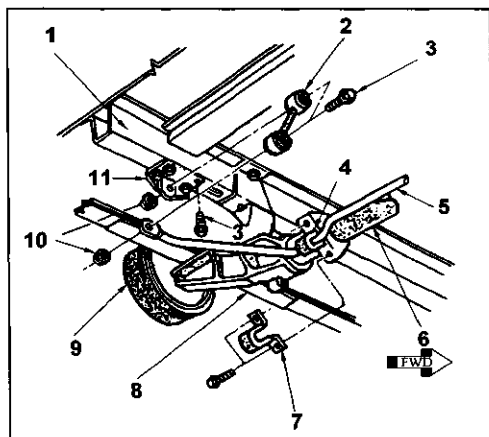

图 7-3-10 后桥和悬架总成(FWD 车型)
(1) 支撑起汽车,然后在后桥总成下面放上合适的千斤顶,顶起后桥总成,以消除后部悬架弹簧上的重力。
(2) 拆开促动器总成,然后降下后桥支架上后减震器的两端,见图 7-3-2 和图 7-3-10。